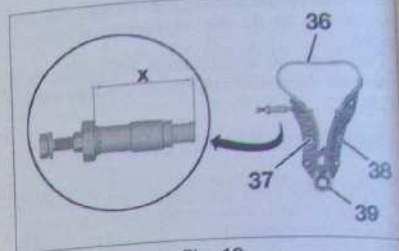

Fig. 19
- Déposer le tendeur modifié et relever la cote X entre la face d'appui du corps du tendeur et l'extrémité du pignon (Sans joint d'étanchéité) (Fig.19).